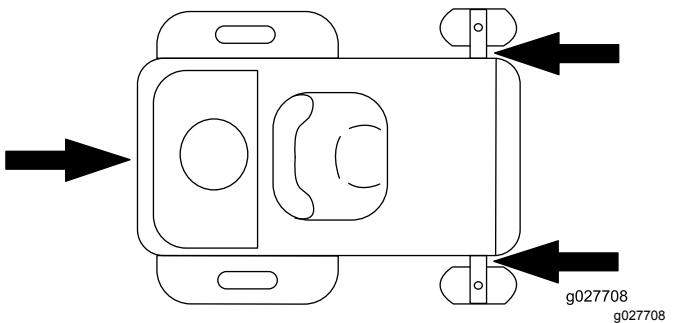

Bild 34
6. Vergurten Sie die Maschine in der Nähe der vorderen Laufräder und der hinteren Stoßstange mit Riemern, Ketten, Kabeln oder Seilen (Bild 34). Halten Sie die örtlichen Vorschriften für die Vergurtung ein.